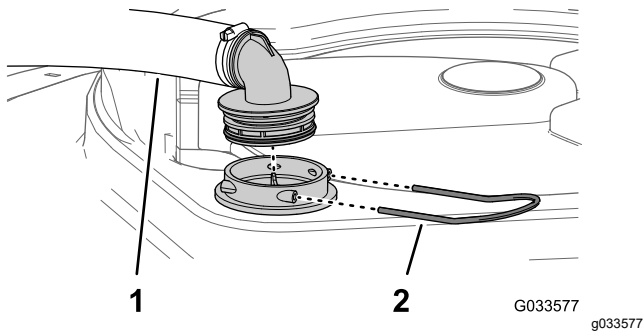

図 94
2. タンク上部で、フィルタハウジングからの太いホースについているフィッティングを固定しているリテーナを外す 図 94。
3. フィルタハウジングからホースとフィッティングを取り外す 図 94。